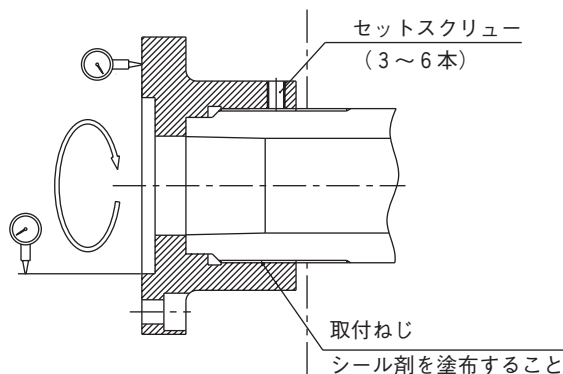

図10 シリンダアダプタの振れ測定
- シリンダアダプタの面振れ及びインローの振れは0.005mm以下にして取付ること。(図10)
○シリンダアダプタの緩み止めのセットスクリューを必ず設けてください。(図10)